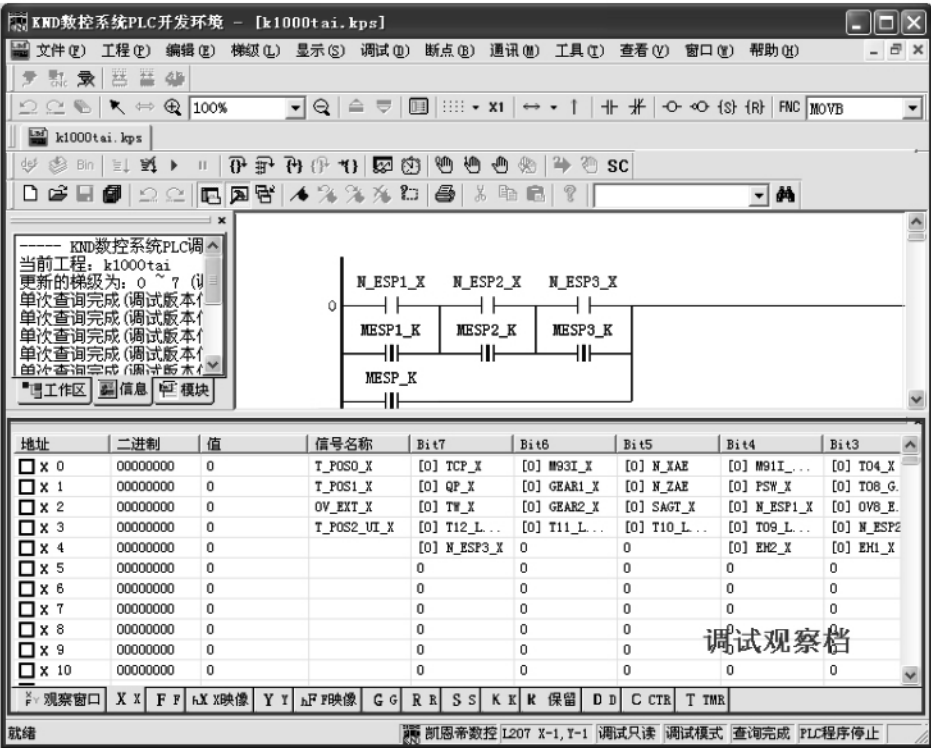

图 5.5 调试状态界面示例
(1) 开始调试
- 方式三：使用组合键 Ctrl + F5，可进入调试状态。如图 5.5 所示。